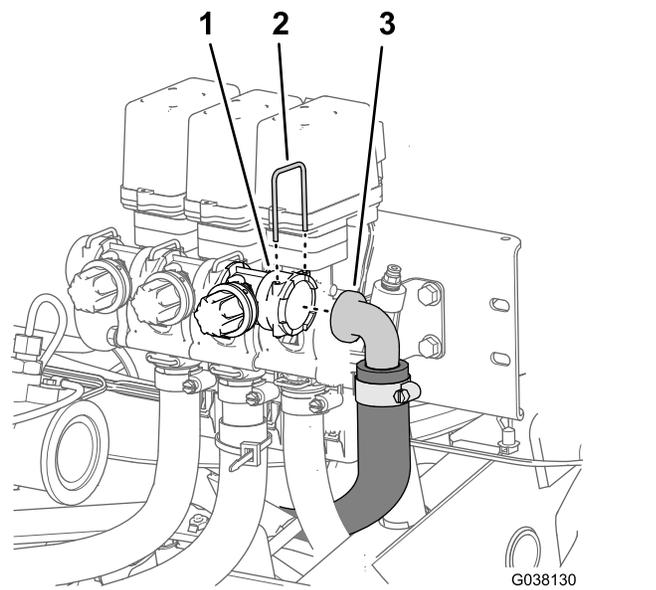

Figure 17
- Retirez l'étrier qui fixe le raccord à 90° cannelé du flexible de dérivation au raccord femelle de la vanne de dérivation sur la vanne de section de rampe droite (Figure 17).
- Débranchez le flexible de dérivation de la vanne de dérivation (Figure 17).